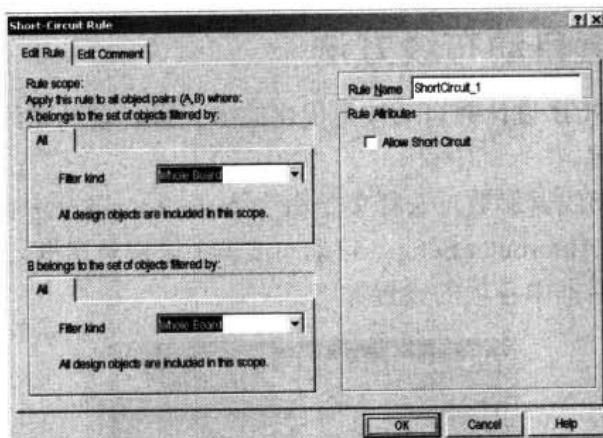

图 10-120 Short-Circuit Rule (短路) 设置对话框
- Short-Circuit Constraint：该规则用于检测敷铜层上对象之间的短路。如果两个属于不同网络的对象相接触，称这两个对象短路。如果需要将两个网络短路，将两个接地网络连在一起，则可启用短路设置。该规则的设置对话框如图 10-120 所示。